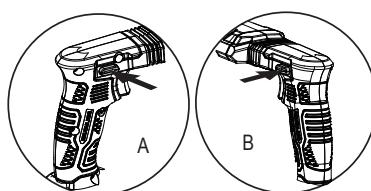

Fig.10
La herramienta puede funcionar hacia delante o hacia atrás para introducir o extraer una broca de una pieza de trabajo. La dirección se controla mediante el interruptor de avance/retroceso. Pulse el interruptor de avance/retroceso hacia la derecha como se muestra en (A) para la rotación hacia delante. Del mismo modo, pulse el interruptor hacia la izquierda como se muestra en (B) para la rotación inversa. Para evitar un arranque involuntario cuando la herramienta no esté en uso, pulse el interruptor de avance/retroceso hasta la posición central neutra para bloquear el gatillo (Fig.10).